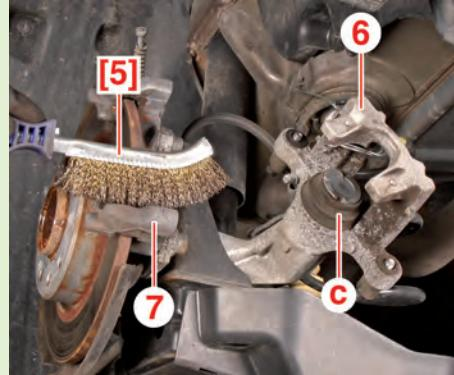

Fig.9
- A l'aide d'une brosse [5], nettoyer (Fig.9) :
- l'étrier de frein (6),
- le support d'étrier (7).